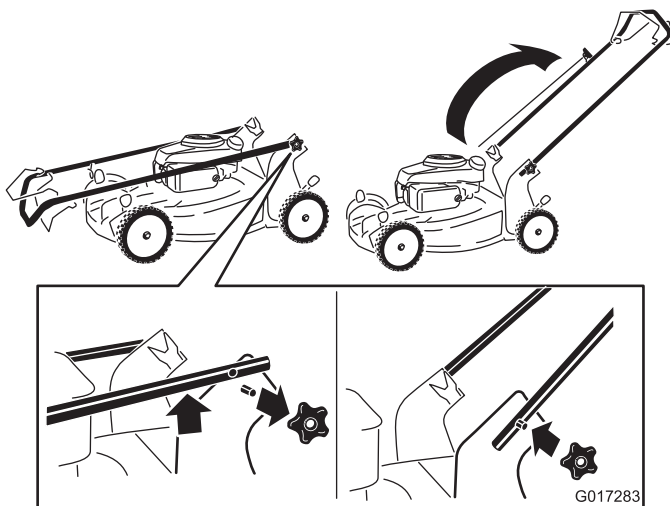

Figura 3
1. Retire los pomos del manillar de la carcasa de la máquina (Figura 3).
3. Instale y apriete los pomos del manillar que retiró en el paso 1 (Figura 3)